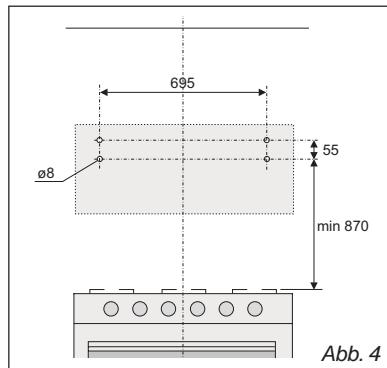
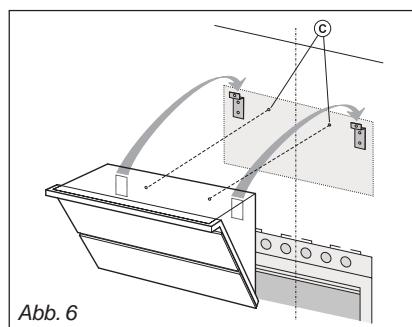

Abb. 4
Abb. 6
Befestigung an der Wand: Zeichnen Sie eine Linie auf die Wand, vertikal zu Ihrem Kochfeld. Markieren Sie die ersten 4 anzubringenden Löcher auf der Wand, dabei sind die in Abb.4 angegebenen Maße zu beachten. Die Bohrungen ausführen und die (mitgelieferten) Dübel einstecken. Den Metallbügel (A) an der Wand befestigen, dazu die gerade angebrachten Löcher benutzen - Abb.5 - (die Schrauben zur Befestigung der Bügel sind mitgeliefert). Dann die Haube an dem Bügel einhaken (Abb.6). Die horizontale Position regulieren, indem die Haube in Übereinstimmung mit der Anordnung der Hängeschränke nach rechts oder nach links verschoben wird. Bei erfolgter Einstellung, und ohne die Haube zu entfernen, die weiteren 2 anzubringenden Löcher (C) auf der Wand markieren; die Haube abhängen und die markierten Bohrlöcher anbringen (Durchmesser 8 mm); dann zur definitiven Befestigung die je 2 mitgelieferten Dübel und Schrauben benutzen.